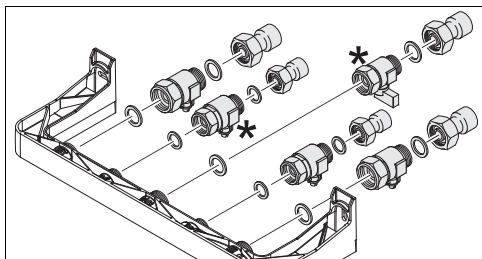

Fig. 1 Conexiones a efectuar
- Efectuar todas las conexiones de válvulas y racores, según lo indicado en la Fig. 1.